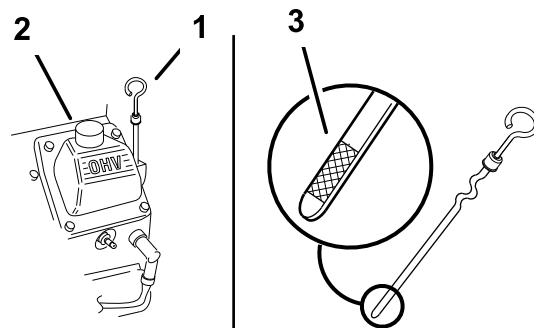

Figura 17
2. Pulite attorno all'asta di livello (Figura 17) in modo che la morchia non possa penetrare nel foro di rifornimento e danneggiare il motore.
3. Togliete l'asta di livello, asciugatela e reinseritela a fondo (Figura 17).
Il livello dell'olio deve raggiungere la tacca di pieno sull'estremità metallica dell'asta (Figura 17).
5. Se il livello dell'olio non raggiunge il segno di pieno (Full), togliete il tappo del tubo di riempimento (Figura 17) e rabboccate con olio fino a portarlo al segno Full sull'asta di livello. **Non riempite troppo.**